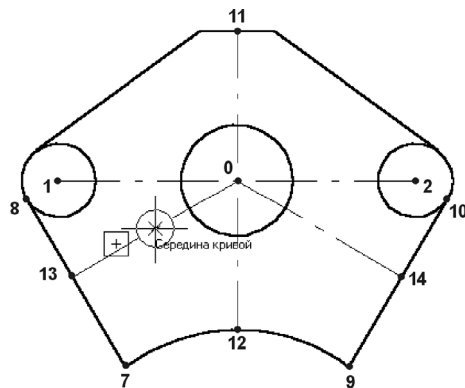

Рис. 9.28. Использование привязки **Середина**
4. Укажите отрезок, средняя точка которого определяется. Для этого щелкните мышью по отрезку 0–13 в любой его точке. После срабатывания локальной привязки зафиксируйте центр окружности щелчком мыши (рис. 9.28).